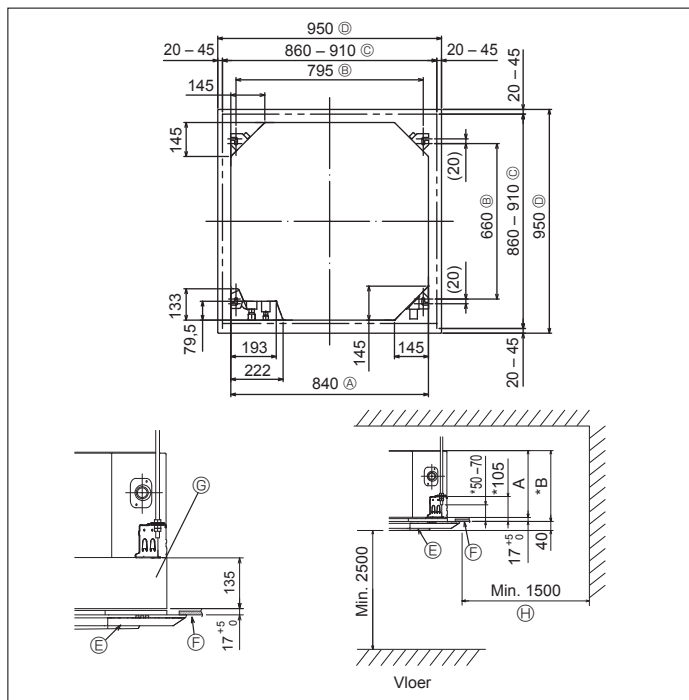

Fig. 3-2
### 3.2. Plafondopeningen en posities voor installatie van de ophangbouts (Fig. 3-2)
- \* De afmetingen van de plafondopeningen kunnen aangepast worden binnen de begrenzingen zoals afgebeeld in Fig.3-2; u moet dus het apparaat tegen het plafondopening centreren, waarbij u ervoor moet zorgen dat de respectievelijke tegengestelde zijden aan alle kanten van de opening hetzelfde zijn.